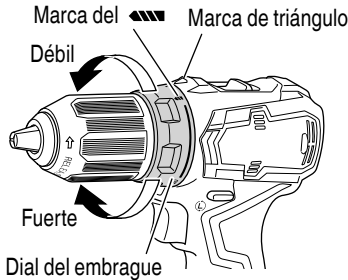

Fig. 11
6. Confirmar la posición del dial del embrague (Ver la Fig. 11).
- (2) Indicación del par de apriete (Consulte la Fig. 11)
(3) Ajuste del par de apriete (Consulte la Fig. 11)